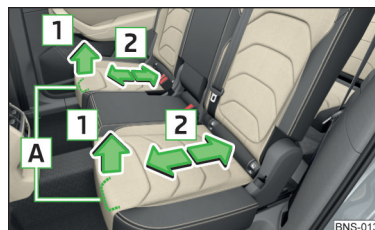

Fig. 88
- Trageți maneta **A** în sensul săgeții **1** și împingeți scaunul în direcția dorită, în sensul săgeții **2** » fig. 88. După eliberarea manetei, trebuie să percepeți auditiv blocarea scaunului.